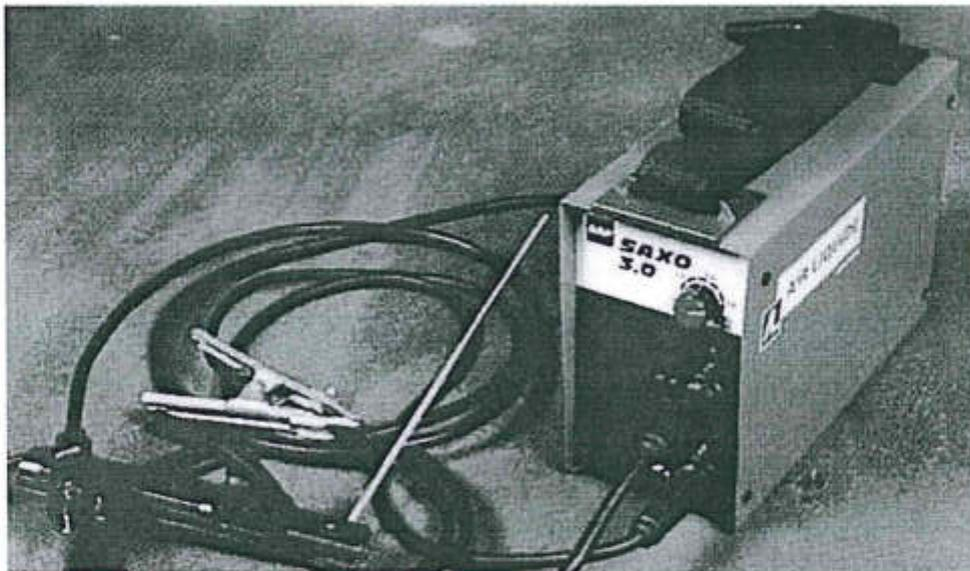

Figure 3 : Poste à souder.
- 2- La résistance au glissement. En effet lors du serrage, la vis du boulon sera soumise à un effort de traction  $F$ , Figure 3. Cet effort provoquera un cisaillement dans la surface :
Le poste à souder est un transformateur électrique alimenté par un réseau en courant 230 volts (ou 380 volts monophasé). Il fournit un courant de voltage plus faible (45 à 50 volts) mais avec une forte intensité (100 à 170 ampères), Figure 3.